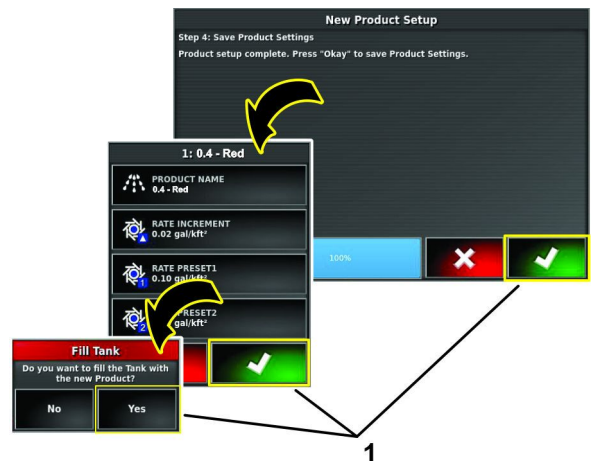

图 122
16. 在新产品设置对话框中的第 4 步确认图标图 122。
17. 如果正在为药缸加药在填充药缸对话框中按是图标图 122。